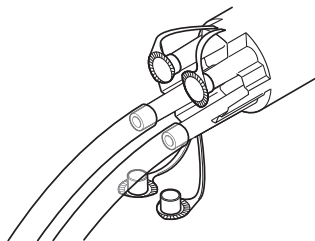

Figure 4 Raccorder la tubulure au collecteur
3. Raccorder la tubulure d'aspiration au(x) port(s) du collecteur (Figure 4). Utiliser une tubulure d'aspiration de diamètre interne 5/16 po. (7,9 mm) ou une tubulure d'aspiration de diamètre interne 1/4 po. (6,4 mm) avec adaptateur de 5/16 po. (7,9 mm) si nécessaire.